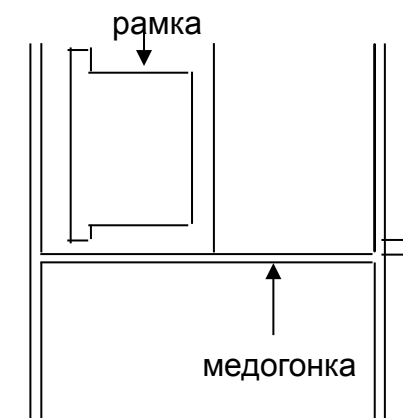

Рис. 7 Правильное расположение рамок в медогонке (WL, OS, D, LN, AP,)
- › В радиальной медогонке верхние бруски рамок должны опираться на нижнем и на верхнем стержнях корзины; если они слишком короткие или слишком длинные, медогонка и рамки могут повреждать! В обоих типах рамки располагаем верхним бруском в сторону барабана как на **рис.7**